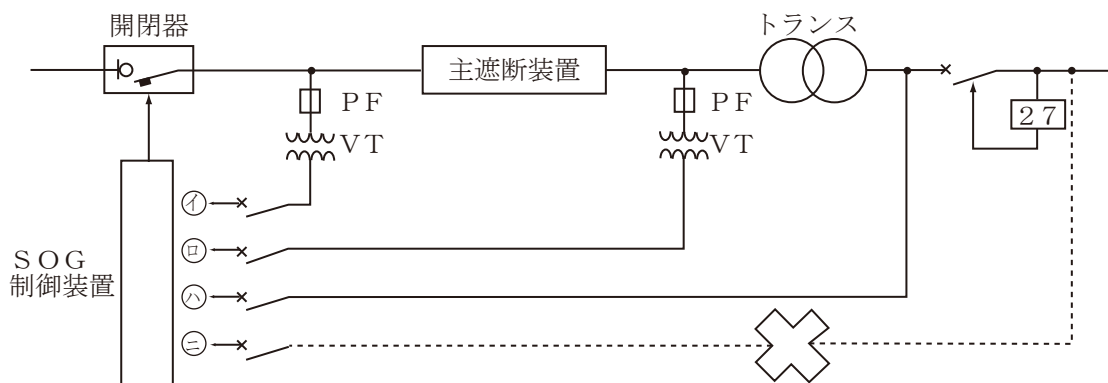

図 1 制御電源のとり方
③制御電源のとり方は、図 1 において④のとり方を推奨します。